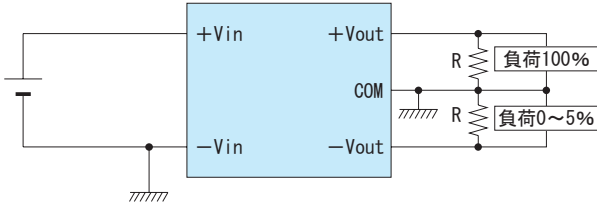

図11.1 負荷アンバランス時の出力上昇対策例
■図11.1に示すように片側負荷が0～5%となるような負荷アンバランスになる場合、負荷率の低い側の出力電圧が20%以上上昇する場合がありますので、出力端子間にブリーダー抵抗Rなどを外付けしてください。